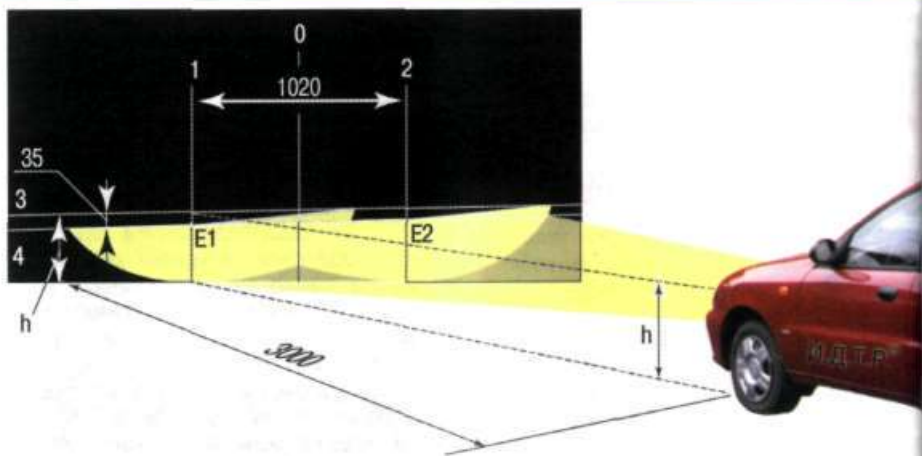

Рис. 4.6. Регулировка света фар
2. Установите автомобиль перпендикулярно гладкой стене (например, в гараже) на расстоянии 3 м. Положите на сиденье водителя дополнительный груз массой 75 кг. Разметьте на стене экран, как показано на рис. 4.6. Продольная плоскость симметрии автомобиля должна проходить по линии 0 на экране. Качните автомобиль сбоку, чтобы самоустановились пружины подвесок.
9. Фары считаются отрегулированными, когда верхние границы левых частей световых пятен совпадают с линией 4 (см. рис. 4.6), а вертикальные линии 1 и 2 проходят через точки E1 и E2 пересечения горизонтальных и наклонных участков световых пятен.